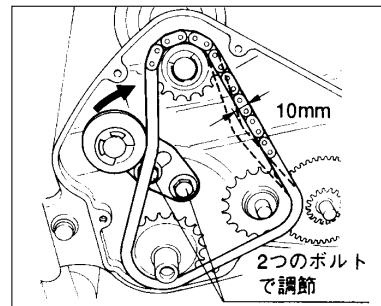

図18
- ・チェーンの調節は、図18の2ヶ所のボルトをゆるめチェーンが10mm位動くようにします。